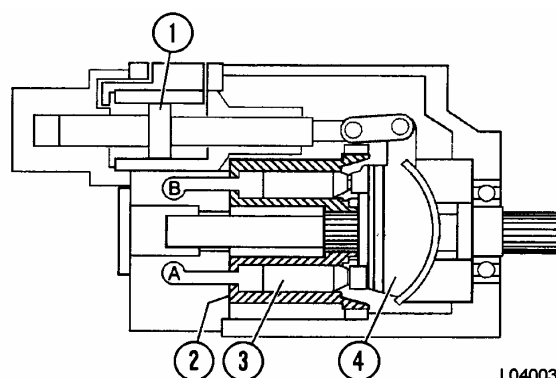

FIGURA 4-14. BOMBA EN POSICION NEUTRO
La posición neutro (Figura 4-14) resulta cuando el pistón de control (1) centra el bloque de sujeción (4). El ángulo del bloque de sujeción ahora es cero y su cara está paralela a la cara del cilindro. Por lo tanto, no hay movimiento ni hacia dentro ni hacia fuera de los pistones de la bomba, a medida que las zapatas del pistón giran alrededor de la cara del bloque de sujeción. La falta de movimiento hacia dentro y hacia fuera hace que no haya desplazamiento de fluido desde las cavidades del pistón a las media lunas en la placa de válvula y, por lo tanto, no hay entrega desde las lumbreras de la bomba.